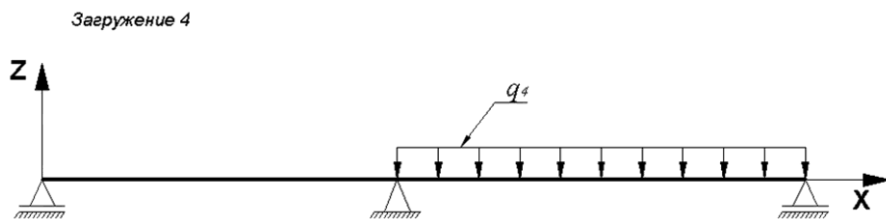

Рис.7.6 Схема загрузки 4 балки
- загрузка 4 – равномерно распределенная во втором пролете $q_4 = 0.87$ тс/м (рис.7.6);